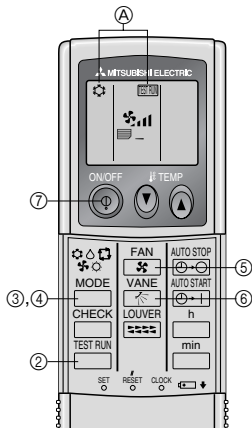

Fig. 7-2
7.2.2. Verwendung der drahtlosen Fernbedienung (Fig. 7-2)
- ① Mindestens 12 Stunden vor dem Testlauf den Netzstrom einschalten.
- ② Die **TEST RUN**-Taste zweimal kurz nacheinander drücken.